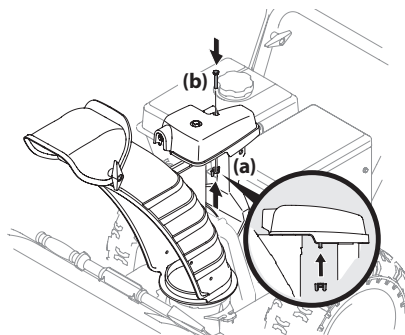

Figura 2-19
3. Termine de sujetar el cabezal de control del canal a la ménsula de soporte del canal con la tuerca de mariposa (a) y el tornillo hexagonal (b) que extrajo en el Paso 1. Consulte Figura 2-19.